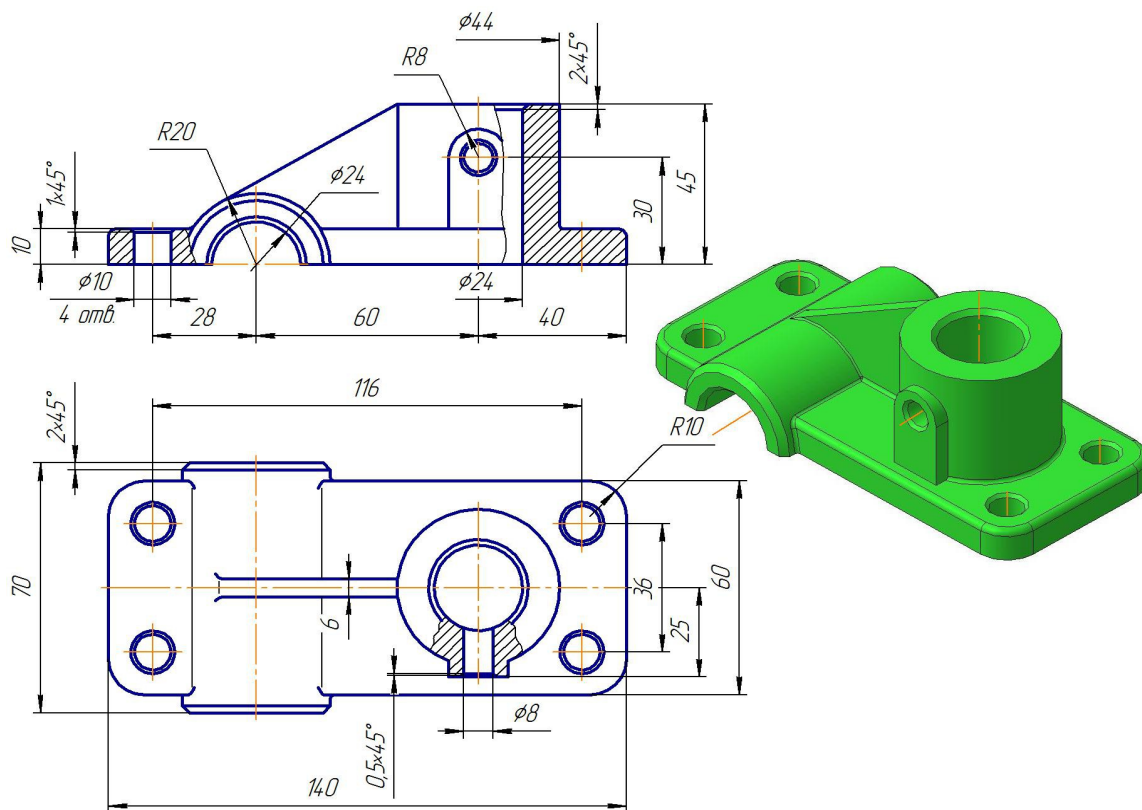

Рис.3.13. Чертеж и модель детали «Корпус»
- ✓ Проанализировать состав поверхности детали «Корпус» (рис. 3.13).